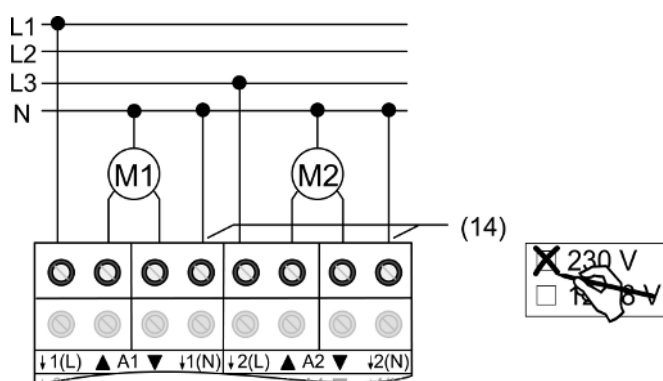

рисунок 6: Подключение двигателя с автоматическим определением времени хода
- Подключите двигатель (см. рисунок 6).
- К клеммам нулевых проводов (14) подключите нулевые провода соответствующего двигателя (см. рисунок 6). Обратите внимание на проводку с защитой от тока утечки.
- Укажите применение **230 V** на этикетке (см. рисунок 6).
Для соответствующих выходов подключены соответствующие нулевые провода (см. рисунок 6).